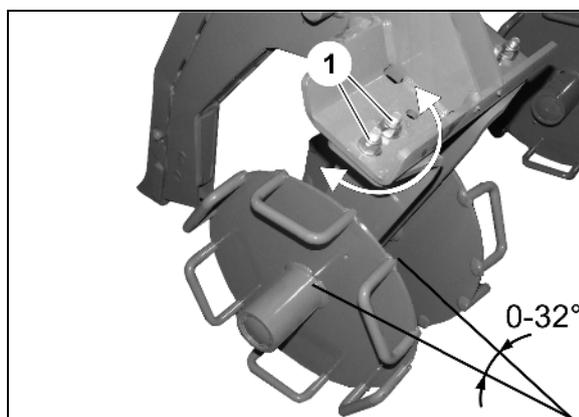

Fig. 106
1. Dévissez les deux assemblages vissés (Fig. 106/1) du disque.